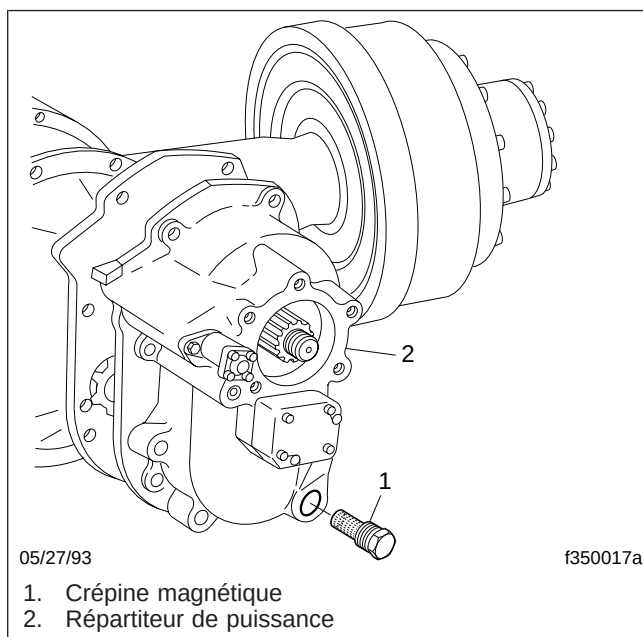

Fig. 4, Crépine magnétique du pont tandem Dana Spicer
4. À chaque vidange d'huile d'essieu, retirez et nettoyez la crépine magnétique s'il y a lieu. Voir la figure 4.